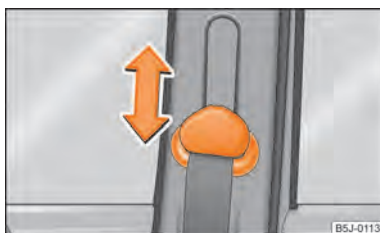

Fig. 100 Asiento delantero: ajuste de la altura del cinturón
- Para el ajuste, presionar el herraje de inversión y desplazarlo hacia arriba o hacia abajo ⇒ fig. 100.